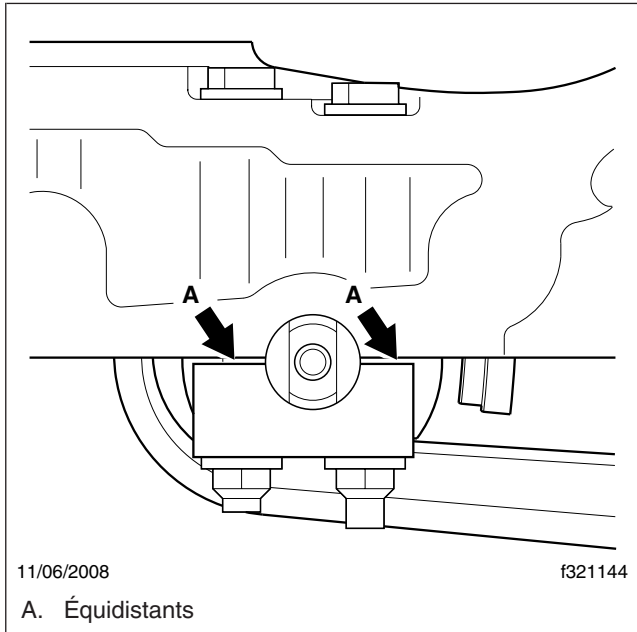

Fig. 2, Support de ressort et dispositif de retenue
- 15.3 Installez les boulons de retenue à travers le support de fixation du ressort, puis fixez les dispositifs de retenue. Serrez les écrous uniformément pour maintenir un dégagement égal entre les dispositifs de retenue et le support de fixation du ressort, mais ne les serrez pas complètement pour l'instant. Ils doivent être suffisamment lâche pour pouvoir être ajustés. Reportez-vous à la figure 2.